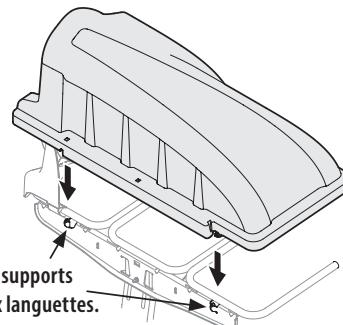

Figure 11
- Installez le couvercle du bac récupérateur sur le support des sacs comme indiqué dans la Figure 11. Placez le couvercle en plastique sur les deux encoches de montage.